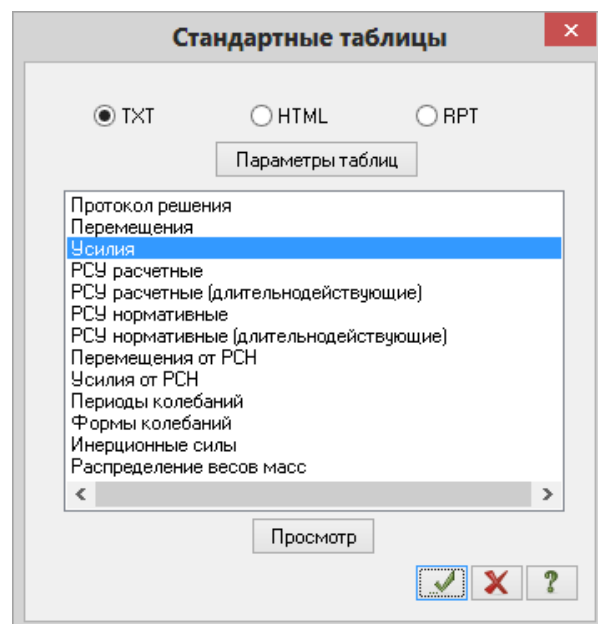

Рис.4.36. Диалоговое окно Стандартные таблицы
- После этого в диалоговом окне **Стандартные таблицы** (рис.4.36) выделите строку **Усилия**.